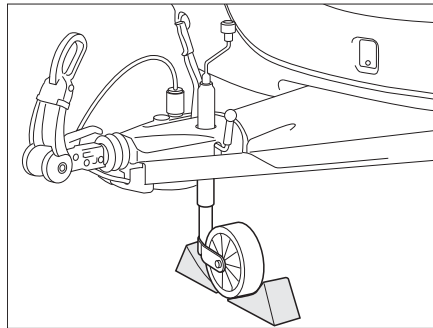

Fig. 170 Assicurare il carrellino
- Posizionare il carrellino perpendicolare rispetto alla direzione di marcia e assicurarne con mezzi idonei (Fig. 170).